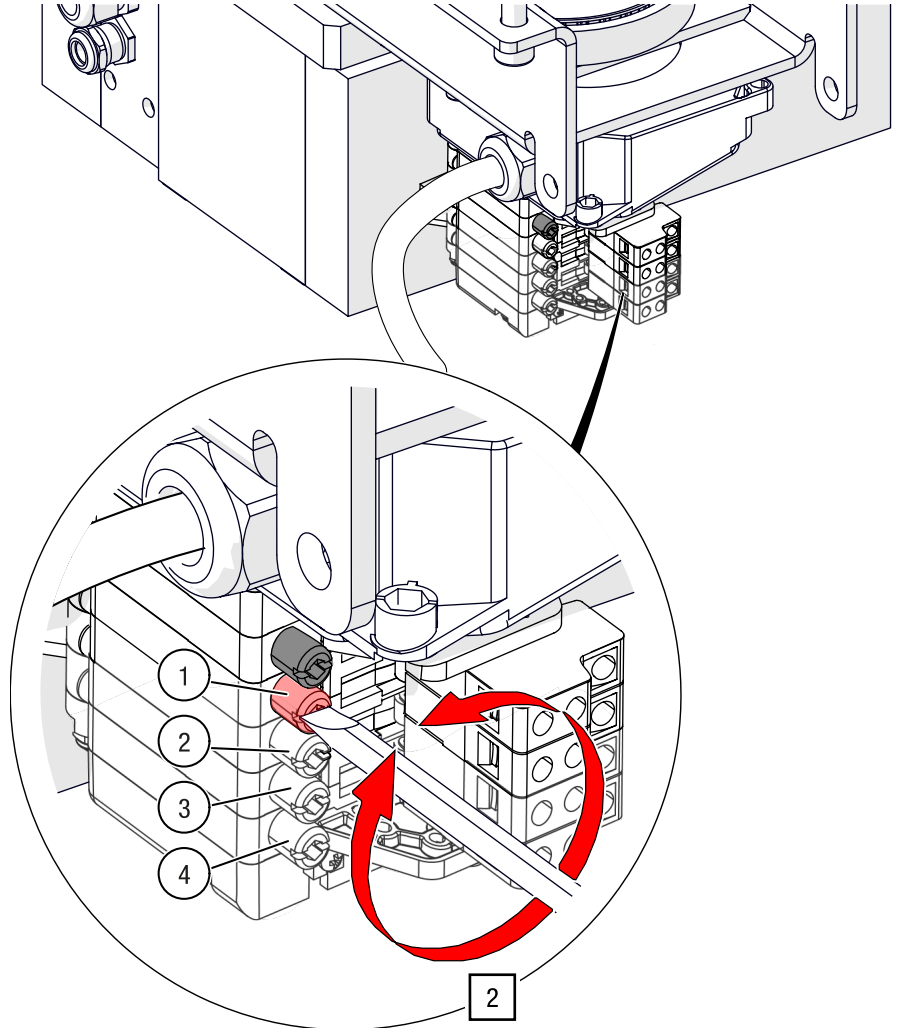

Abb. 97: Not-Endschalter einstellen – Einstellräder verstellen
2. Verschieben Sie die entsprechenden End-Schalterpositionen, indem Sie die Stellschraube mit einem Schlitzschraubenzieher / ISK SW 4 im Uhrzeigersinn (öffnen) und gegen den Uhrzeigersinn (schließen) drehen (siehe Abb. 97).